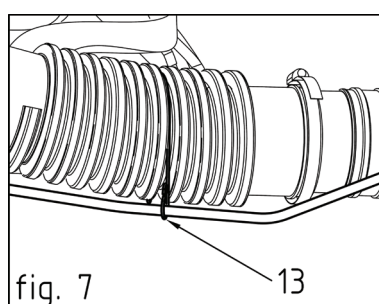

fig. 7
1.6 Крепление троса дроссельной заслонки (рис. 7)